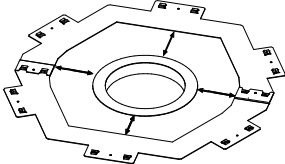

Fig. 2
- 2- Positionner l'anneau central de façon à être centrée avec le drain de toit (Fig. 2).